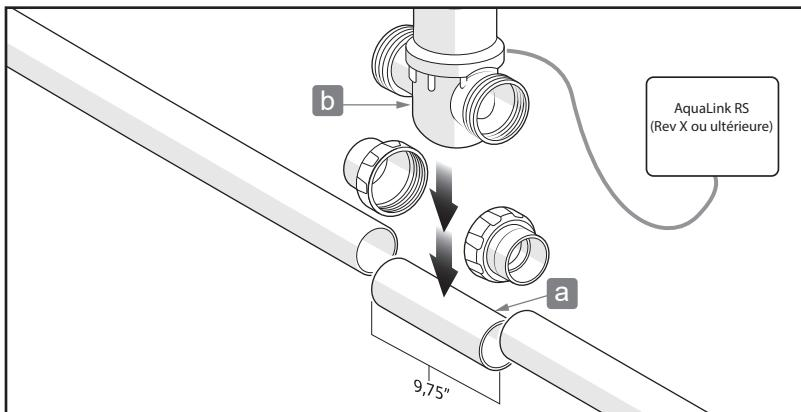

Figura 1. Instale Jandy TruSense en el tubo
3. Corte y retire 9,75" del tubo existente para colocar Jandy TruSense, consulte la Figura 1(a).
6. Conecte los cuatro cables conductores RS485 (conector rojo) al sistema de automatización, consulte la Figura 1(b)